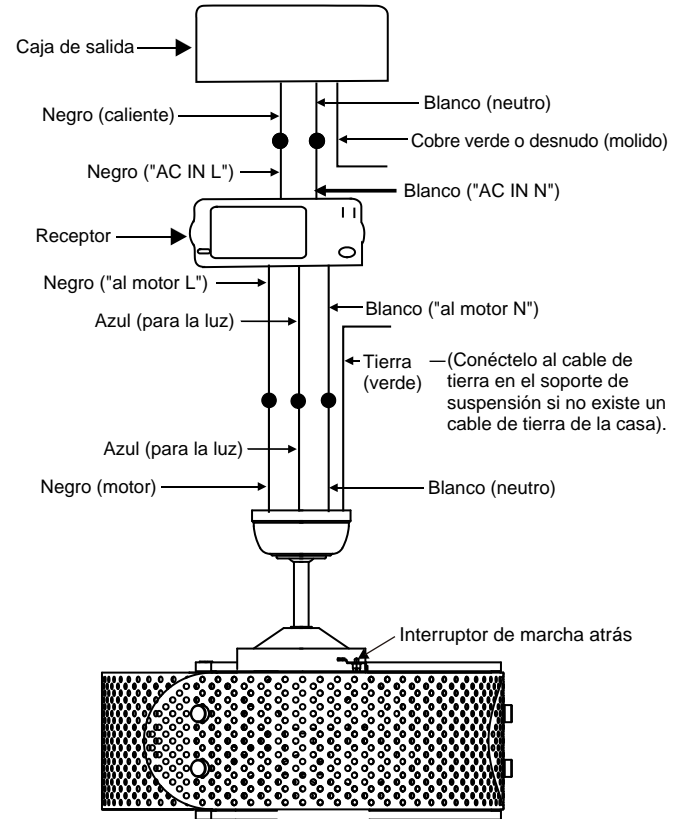

Fig. 14
Paso 2. Conexiones eléctricas del motor al receptor: (Fig. 14) Conecte el cable negro del ventilador al cable negro marcado "TO MOTOR L" en el receptor. Conecte el cable blanco del ventilador al cable blanco marcado "TO MOTOR N" en el receptor. Conecte el cable azul del ventilador al cable azul marcado "PARA LA LUZ" en el receptor. Asegure todas las conexiones de cables con las tuercas para cables de plástico provistas.
Paso 3. (Fig. 14) Receptor para cables de suministro de la casa
Paso 4. (Fig. 14) Si su caja de salida tiene un cable a tierra (verde o cobre desnudo) conéctelo a los cables a tierra del ventilador; de lo contrario, conecte el cable de tierra del soporte colgante al soporte de montaje. Asegure la conexión del cable con una tuerca de plástico provista. Después de conectar los cables, sepárelos para que los cables verde y blanco estén a un lado de la caja de salida y los cables negro y azul al otro lado. Cuidadosamente meta las conexiones de los cables en la caja de salida.